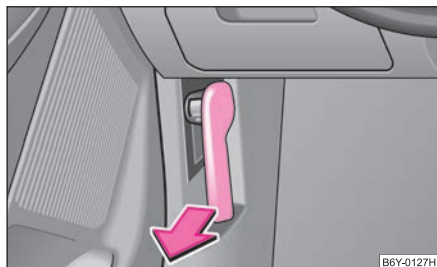

Fig. 138 Manette de déverrouillage du capot moteur
- Tirez sur la manette de déverrouillage sous le tableau de bord côté conducteur ⇒ fig. 138.
- Déverrouillez le capot-moteur ⇒ fig. 138.